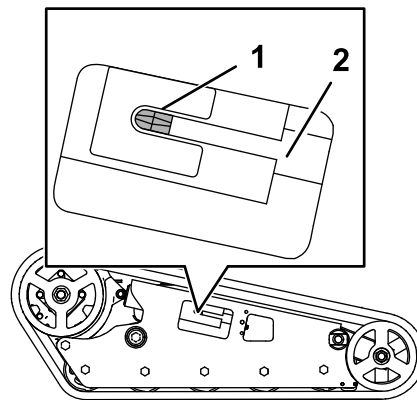

Figure 67
- Tournez la vis de tension dans le sens antihoraire jusqu'à ce qu'elle arrive en butée (Figure 67).